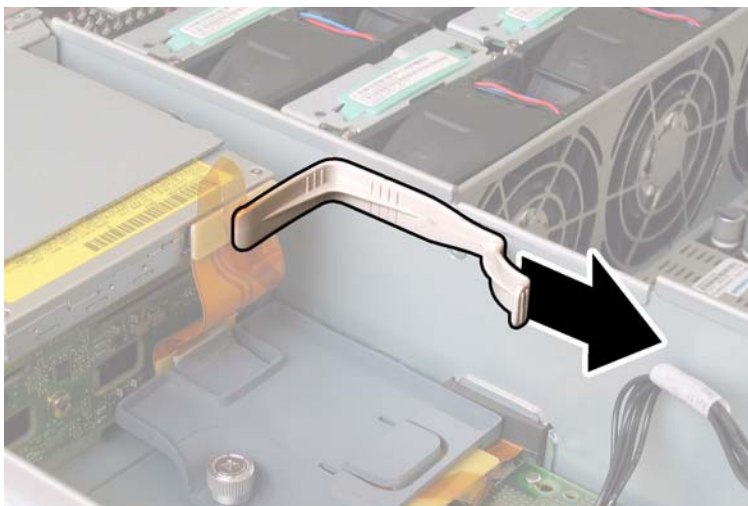

图 4-50 拆卸上部线缆固定架
12. 从机箱中卸下上部线缆固定架。将固定架朝机箱的背面推移，使其从机箱间隔壁的键控开口中松脱。请参见图 4-50。